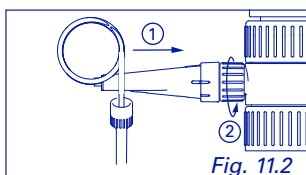

Fig. 11.2
- ② Install extension tubing (Fig. 11.2 and 12.2)
- ② Verlängerung montieren (Abb. 11.2 und 12.2)
- ② Monter la rallonge (Fig. 11.2 et 12.2)